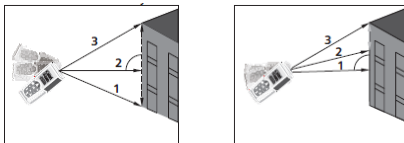

Fig. 8: Esempi di misure Indirette a 3 punti
3. Posizionare lo strumento nel punto più basso (1) della misura (vedere Fig. 8) e premere il tasto . Il risultato è mostrato nel primo display parziale. Il simbolo “” è mostrato a display con lato “2” lampeggiante
4. Posizionare lo strumento nel modo più orizzontale possibile (2) della misura (vedere Fig. 8) e premere il tasto  per eseguire la misura. Il risultato è mostrato nel secondo display parziale. Il simbolo “” è mostrato a display con lato “3” lampeggiante
5. Posizionare lo strumento nel punto più alto (3) della misura (vedere Fig. 8) e premere il tasto  per eseguire la misura